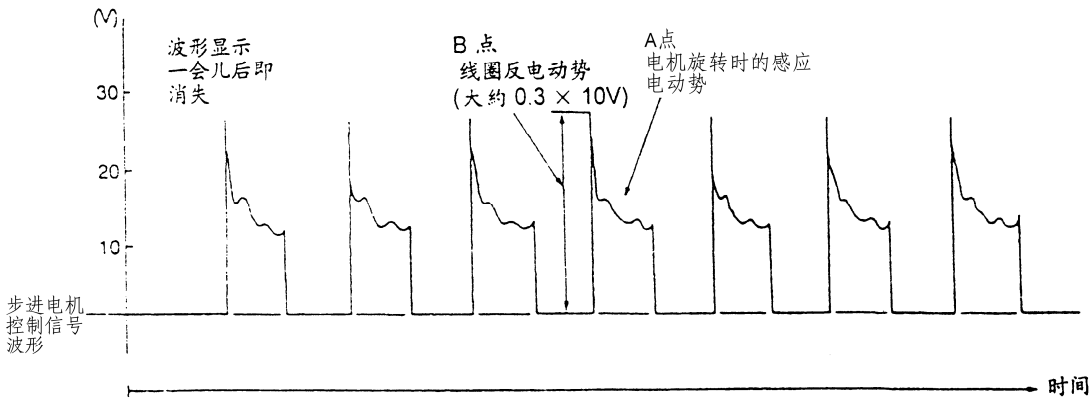

图 3-20 步进电机标准波形
- (3) 不使用测试线时，将示波器的探头分别接到发动机 ECU 的 4 号端子、5 号端子、17 号端子以及 18 号端子。
- (4) 步进电机标准波形观察条件见表 3-14 所示。在示波器中，检测到的步进电机的标准波形如图 3-20 所示。其中 A 点表示步进电机旋转时，检查有无感应电动势出现（参考异常波形范例），与标准波形对照感应电动势很小或是完全没有出现，其可能原因是步进电机